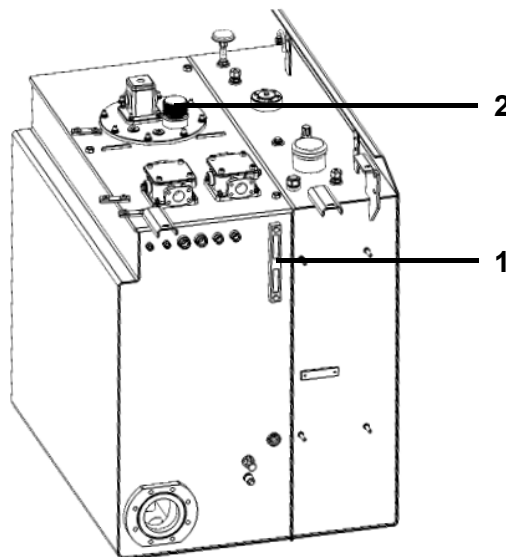

Fig. 224 Indicador de nível do óleo e gargalo de abastecimento
| 6 | Verifique o nível de óleo no indicador de nível de óleo (1) na Fig. 224: O nível do óleo deve atingir o meio do visor de nível. |
| 7 | Se necessário, adicione óleo hidráulico: <ul style="list-style-type: none"> – Abra a tampa ou remova a tampa da abertura do tanque adicional. – Desaparafuse a tampa (2) na Fig. 224 do gargalo de abastecimento de óleo. – Complete o óleo hidráulico e verifique novamente. – Reinstale a tampa de rosca. – Encaixe a tampa ou reinstale a tampa. |